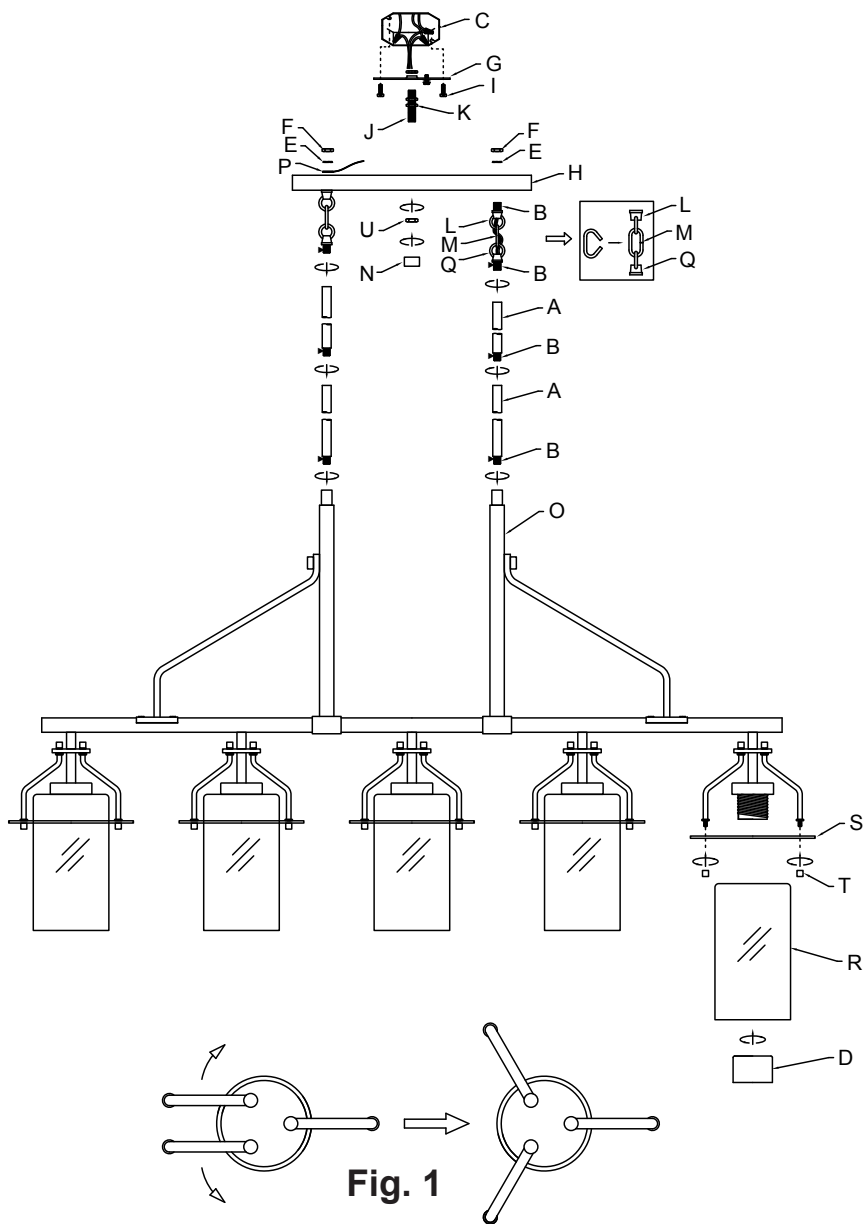

Fig. 1
- Rotate the three (3) small arms of one socket assembly into their correct locations as shown (Fig. 1).
- Repeat steps 17-21 for remaining four (4) socket assemblies.
- 16) Faites pivoter les trois (3) petits bras sur chacune des douilles dans leur emplacement approprié (voir illustration Fig. 1).
- 21) Répétez les étapes de 16 à 20 pour les quatre (4) autres douilles.